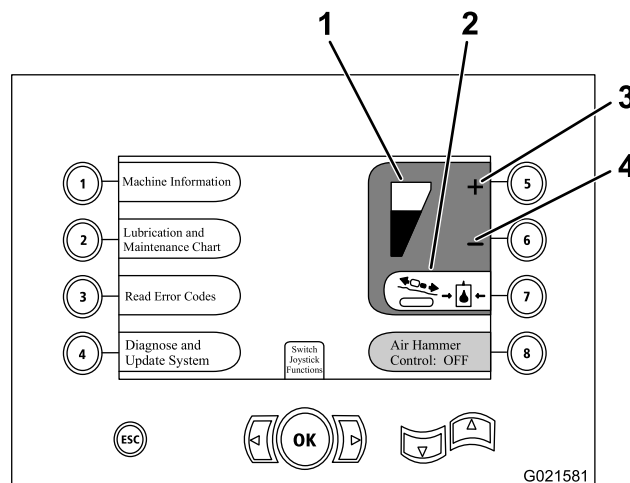

Figura 71
2. Aumente ou reduza a pressão do sistema de translação da seguinte forma: (Figura 71).
- Pressione o botão 5 na tela para reduzir a pressão do sistema de translação (Figura 71).
- Pressione o botão 6 na tela para aumentar a pressão do sistema de translação (Figura 71).
Nota: O indicador de pressão do sistema de translação (Figura 71) oscila para cima ou para baixo dependendo de quanto se aumenta ou reduz a pressão do sistema de translação.